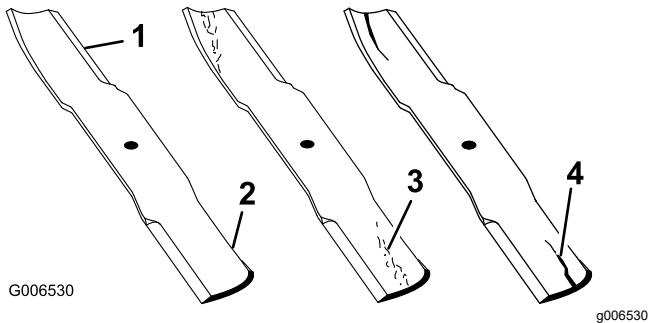

Figure 92
1. Examinez le tranchant des lames (Figure 92).
4. Remplacez immédiatement toute lame fendue, usée ou qui présente une entaille sur cette partie (Figure 92).